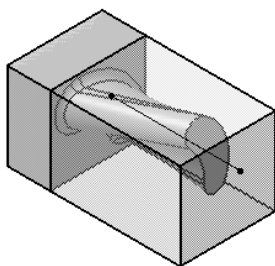

图 4-88 定义毛坯零件 (3)
5) 定义毛坯零件 (3)。单击 Stock 按钮，系统自动隐藏“Part Operation”对话框，在图形区创建毛坯实体作为毛坯零件，如图 4-88 所示，然后双击空白处返回“Part Operation”对话框。